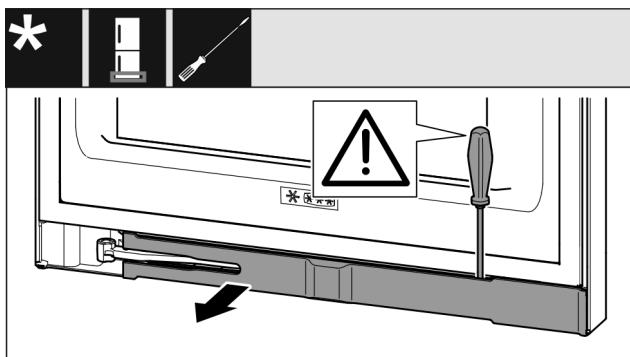

Fig. 15
- ▶ Plochým šroubovákem vyjměte záslepku a otočte ji ke straně. (viz Fig. 15)